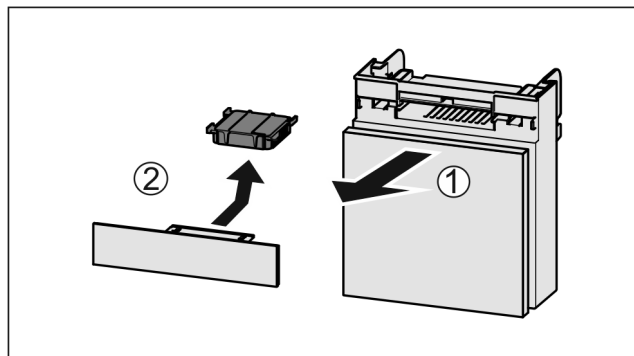

Fig. 125
- Extraire le compartiment par l'avant Fig. 125 (1).
- Sortir le filtre à charbon actif Fig. 125 (2).